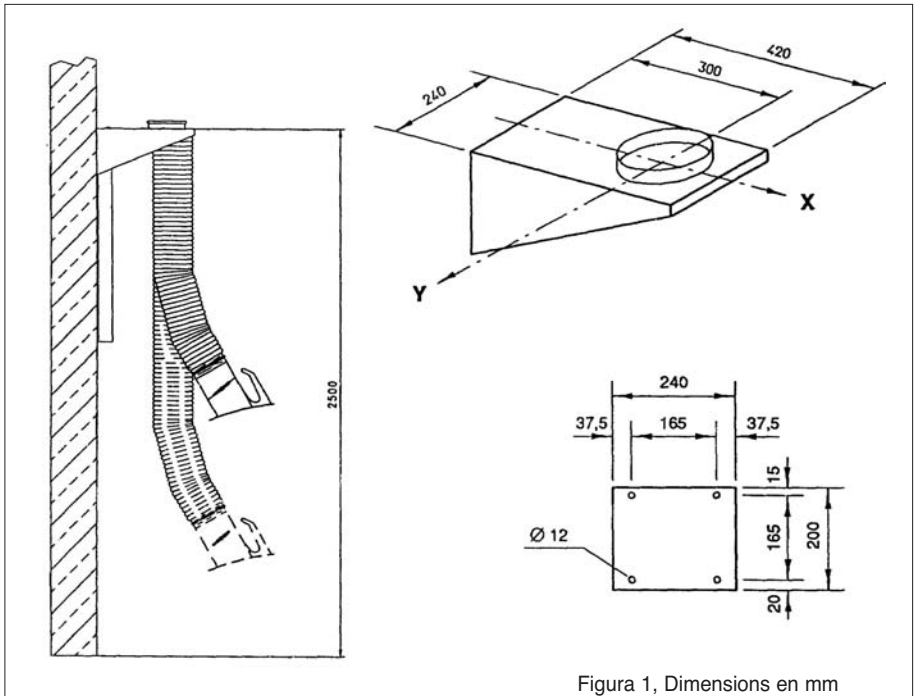

Figura 1, Dimensiones en mm
- La altura de instalación depende de las condiciones locales. En el caso la consola mural está instalada en una altura de 2,50 m sobre el suelo (figura 1). Primeramente, fijar el brazo telescópico a través de los dos agujeros superiores.